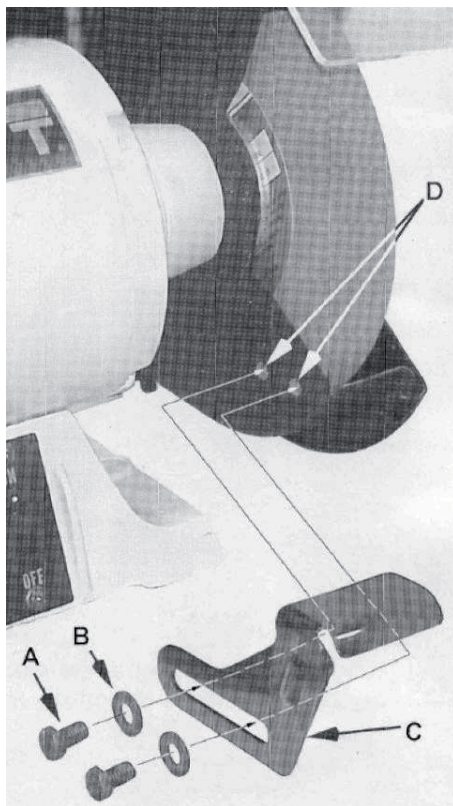

Рис. 1
Ссылаясь на Рисунок 1:
- Имеется правый и левый подручники. Смотрите на Рис. 1, чтобы убедиться в том, что вы устанавливаете их правильно.
- Используя болты (A) и шайбы (B) из пластикового пакета, зафиксируйте подручники, накрутив два болта (A) через две плоские шайбы (B) и кронштейн подручника (C) на корпус круга (D), как показано на Рисунке 1.